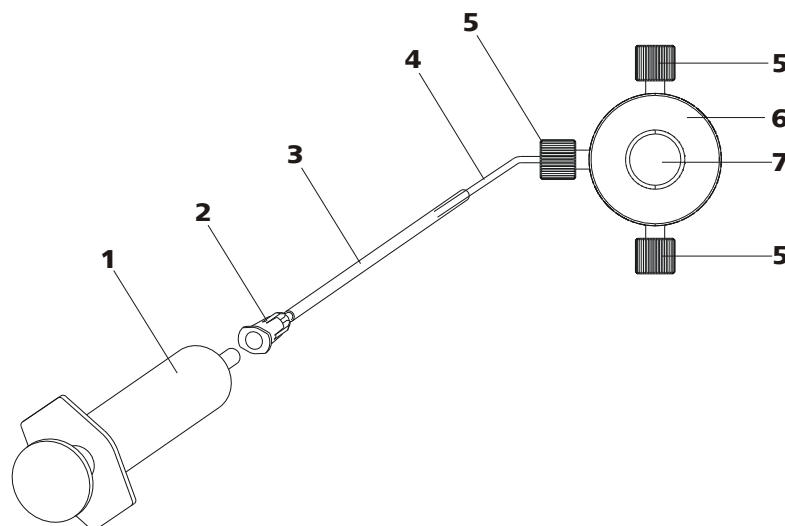

Abbildung 22 Hochdruckpumpe entlüften
Entlüften Sie die Hochdruckpumpe wie folgt (*siehe Abbildung 22, Seite 33*):
- Spritze (22-**1**) in den Luer-Anschluss (22-**2**) der Purge-Kanüle stecken (siehe Abbildung 22, Seite 33).